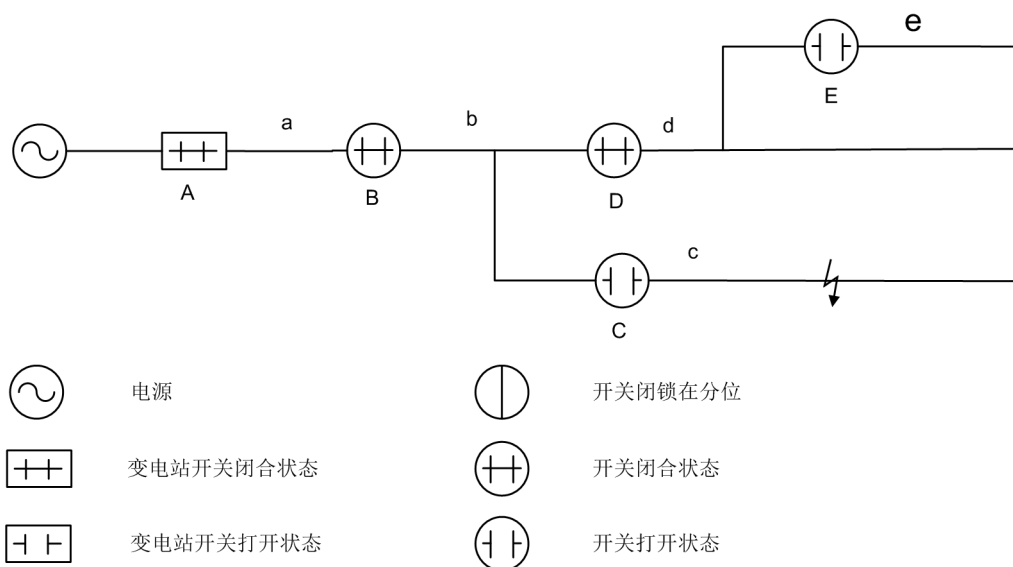

图 2-53 分段器 C 隔离故障（电压时间型）
- 2、D 合闸，此时 E 有压并进行合闸计时，E 的有压合闸延时为 14s，如图 2-53 所示。
- 2、D 合闸，此时 E 有压并进行合闸计时。E 的有压合闸延时为 14s，如图 2-53 所示。